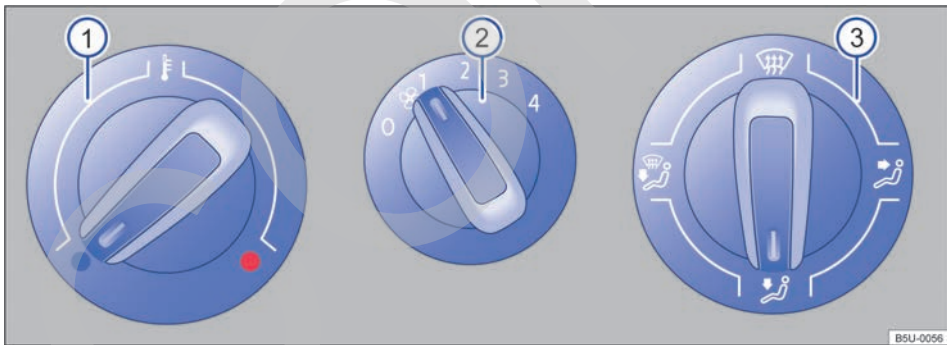
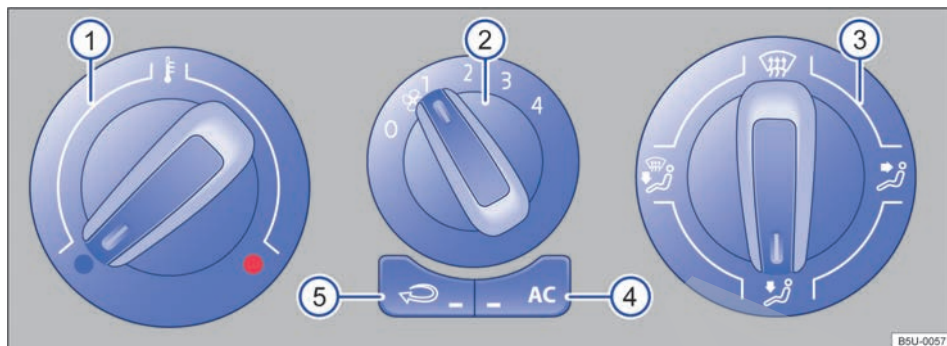

Fig. 88 En la consola central: comandos del sistema de ventilación y calefacción.
Fig. 89 En la consola central: mandos del aire acondicionado.
Tecla, regulador	Información complementaria del sistema de calefacción y ventilación → fig. 88 y aire acondicionado → fig. 89.
- En vehículos con sistema de calefacción, coloque el regulador de la temperatura → **fig. 88** **①** completamente hacia la derecha, a la posición máxima de calefacción.
- Coloque el regulador de la distribución del aire **③** en la posición **☞**.
- Coloque la turbina **②** en el nivel 3 o 4.
- Colocar el regulador de distribución de aire → **fig. 89** **③** en la posición **☞**, en esta posición no se puede accionar el modo de recirculación de aire.
- Coloque el regulador de la temperatura **①** en la posición deseada.